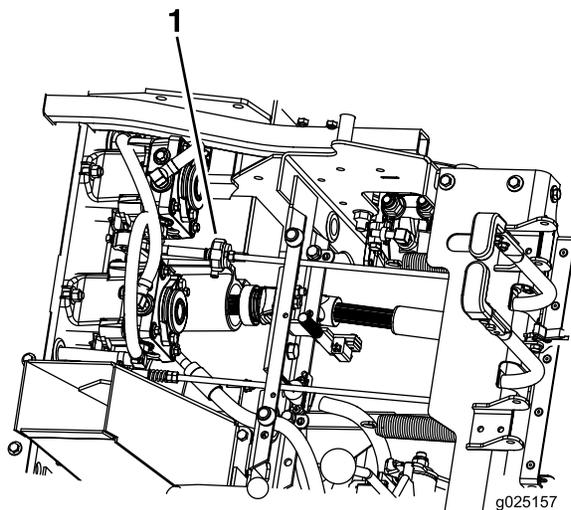

Figura 50
6. Verifique e certifique-se que a máquina não desliza quando está em ponto-morto com o travão de mão desengatado (Figura 50).